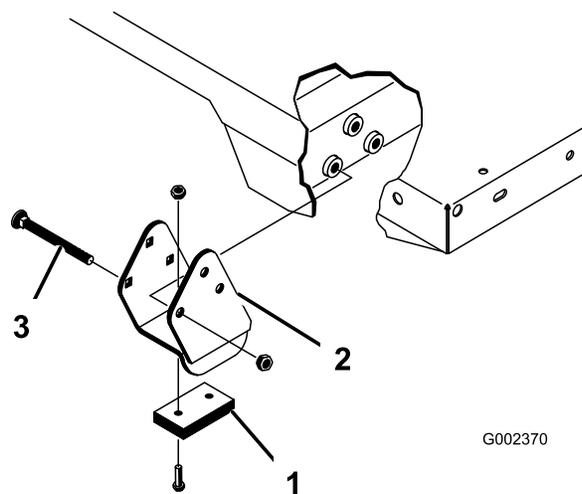

図 25
スペーサブラケットとウェアブロック **図 25** はキャリッジボルトで固定しますが、このボルトは必ず頭を車両の内側に向けてください。
- 荷台を慎重に車両フレームの上に載せる 後部にある荷台のピボットプレートの穴とリアフレームチャンネル鋼材の穴を揃えて、クレビスピンとリンチピン各2個を取り付ける **図 25**。
- クレビスピンは荷台の外側から差し込み、リンチピンが荷台の外側に向くようにする **図 25**。